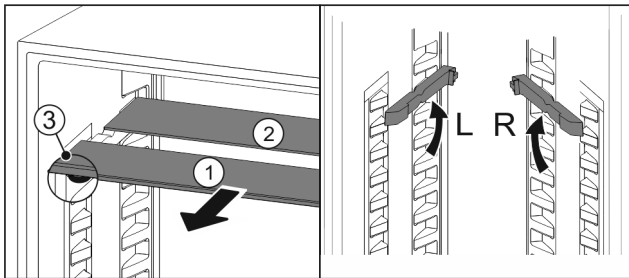

Fig. 28
- ▶ Издърпайте Fig. 28 (1) поотделно стъклените плочи напред.
- ▷ Стъклената плоча Fig. 28 (1) с декоративната лайстна е отпред.
- ▷ Ограничителите Fig. 28 (3) сочат надолу.